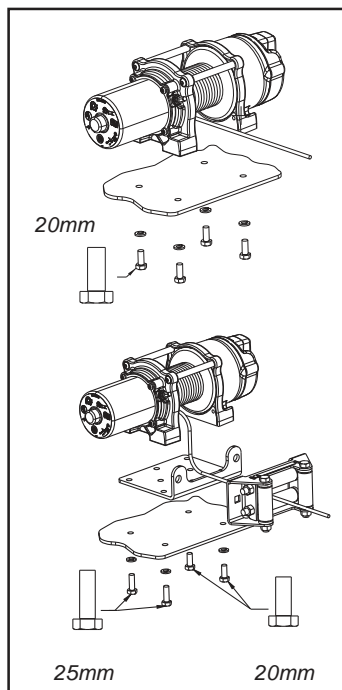

Abbildung 4: Ausrichtung der Winde und der Montageplatte.
**Hinweis:** Bei Verwendung separater Montage- und Seilführungsplatten: Sechskant-Kopfschrauben (M8 – 1,25 x 25 mm, Grade 8) an der Motorseite des Sockels (siehe Abbildung 4) befestigen.